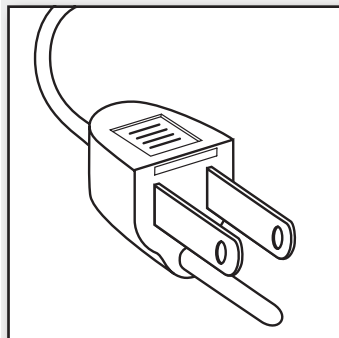

Figura 3
1. Tome el enchufe y retírelo del tomacorriente o de donde esté enchufado. No desenchufe jalando del cable. Ubique la tapa de acceso en la parte superior del enchufe. Figura 3.